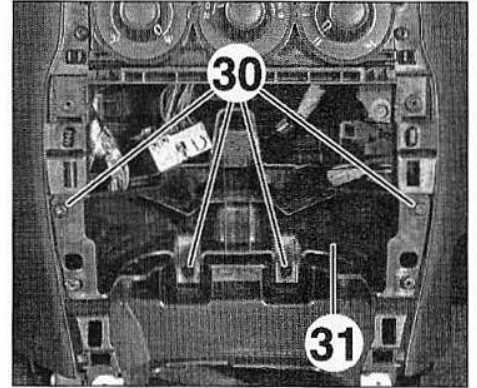
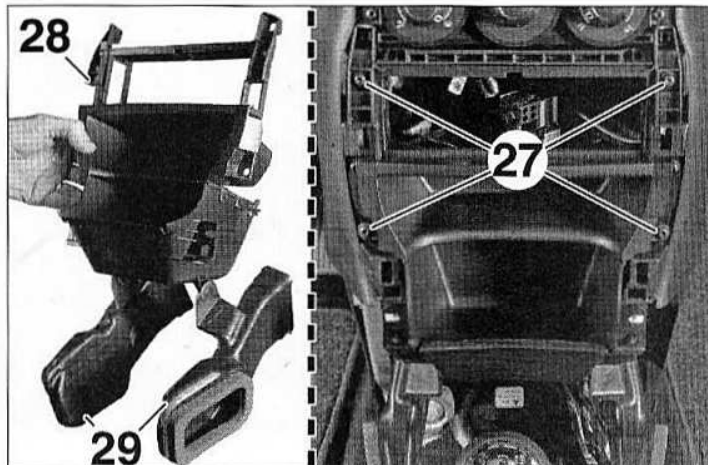

FIG.24
FIG.23
- les vis (27) (Fig.23),
- le vide-poches (28) équipé des conduits d'aération (29),
- les vis (30) (Fig.24),
- le renfort de planche de bord (31),